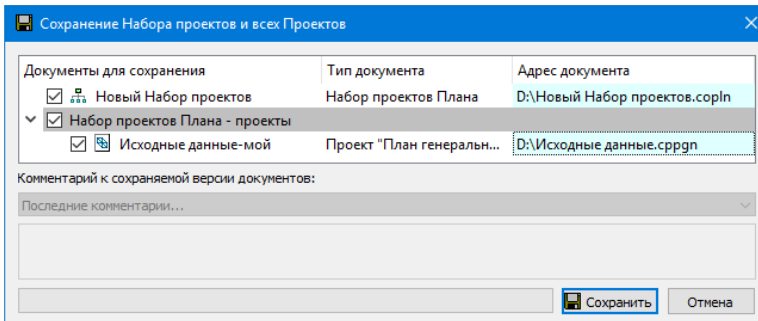

Рис. 3.19
- Откроется диалог **Сохранение Набора проектов и всех Проектов** с заданным адресом НП (рис. 3.19). По этому адресу автоматически формируются адреса всех проектов в составе НП. В данном диалоге при помощи флажков можно выбрать документы для сохранения, здесь же можно изменить адреса хранения и имена НП и отдельных проектов (рис. 3.19).
- Нажмите кнопку **Сохранить** (рис. 3.19).